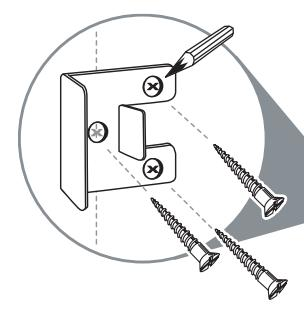

**FIG. 1.8**
12. Fije el estante a todos los ganchos en L usando tornillos N° 4 de 3/4 pulg. (Fig. 1.8)